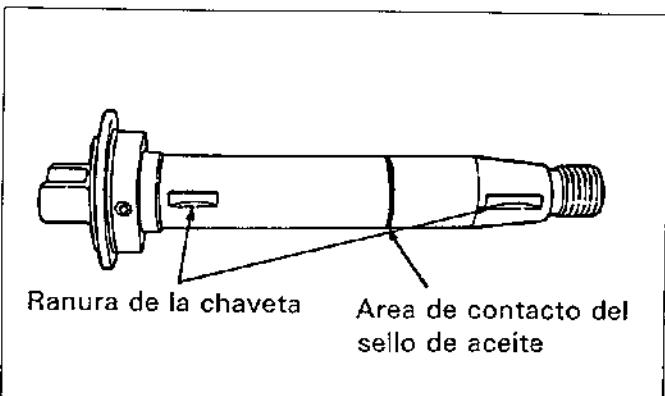

Figura.13-6 Comprobación del eje impulsor
- (1) Compruebe el área de la chaveta para ver si hay desgaste o picadura.
- (2) Renueve las roscas donde estén un poco dañadas.
- (3) Compruebe el área de contacto del sello de aceite para ver si hay desgaste excesivo. (Vea la figura.13-6)